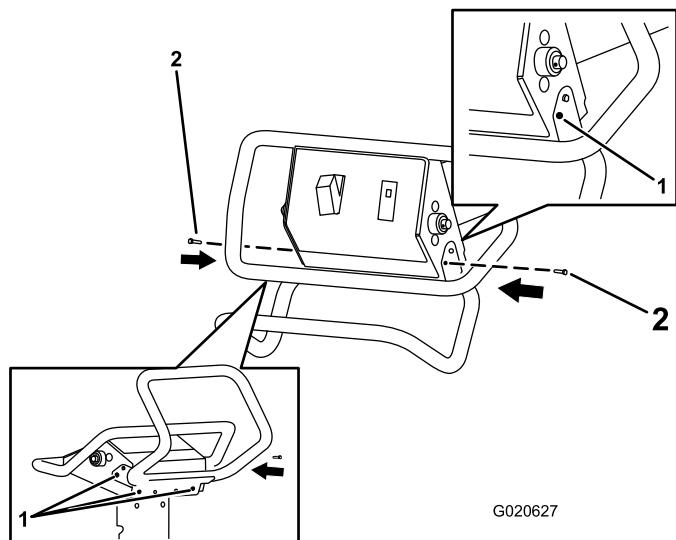
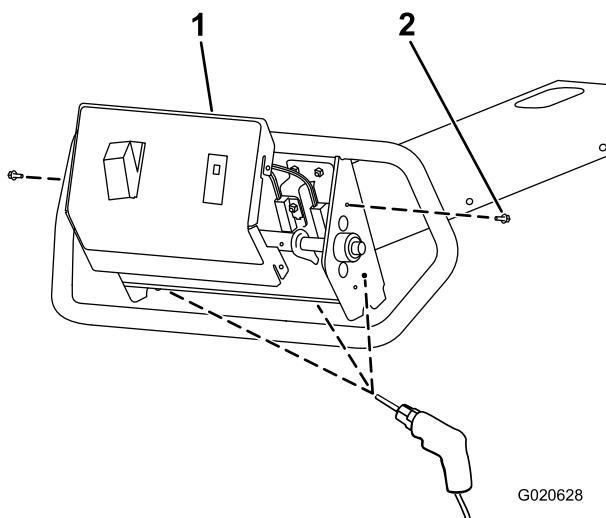

Figura 2
Figura 3
5. Fissate la stegola al telaio utilizzando i 2 bulloni a testa esagonale (10-24 x 3-/4 poll.) come illustrato in Figura 2.
1. Rimuovete i 2 bulloni a testa esagonale (10-24 x 1/2 poll.) dal telaio (Figura 3).
2. Separate la copertura del comando dal telaio (Figura 3).
3. Rimuovete il cablaggio dall'interruttore e dalla spia nella copertura del comando (Figura 3).
4. Eseguite 4 fori (10 mm) nel telaio in corrispondenza delle posizioni marcate nel passo 6 della procedura 1 Marcatura del telaio (pagina 1); fate riferimento anche a Figura 2 e Figura 3.